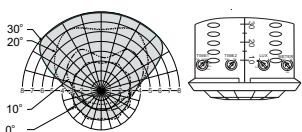

FIG. 18
2. La cabeza del sensor puede moverse en sentido vertical hacia abajo un ángulo entre 0° y 30°. De esta manera pueden obtenerse diversos patrones de cobertura como muestra en la fig. 18, mientras el sensor se mueve 0°, 10°, 20°, 30°. Cada trazo en el diagrama equivale a un trazo de 5°